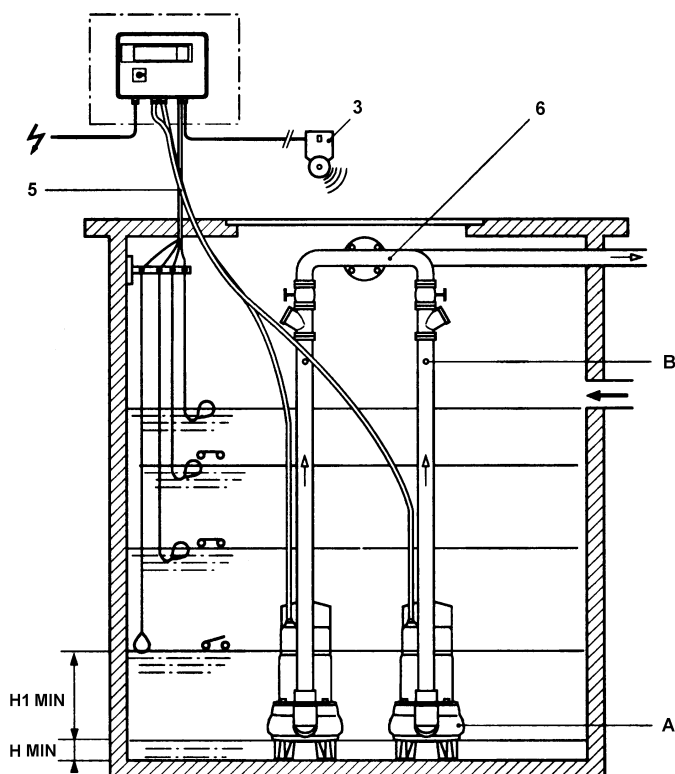

Рис. 2
- Рис. 2: Установка с двумя насосами с присоединением труб к общему коллектору и управлением работой посредством 4 поплавковых выключателей.
- Вслучае выведения двух труб в один коллектор обратный и запорный клапаны должны быть смонтированы на каждой из этих двух труб (рис. 2).
- Отверните пробку А и извлеките ее прокладку (рис. 2. поз. А)